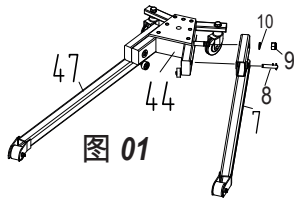

图 01
- 见图 01：通过插入固定销，将左机腿 #7 连接到底座 #44 上。在螺母 #9 中放置垫圈 #10 和螺钉。插入销 #8，穿过 #7 和 #44，直至听到“咔哒”声。用同样的方法完成右机腿 #47 的连接。